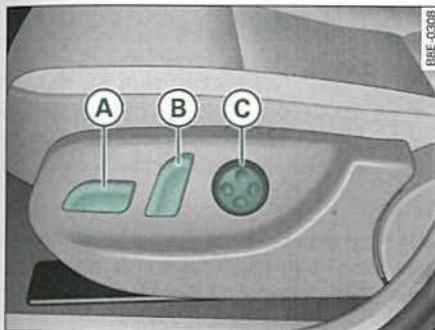
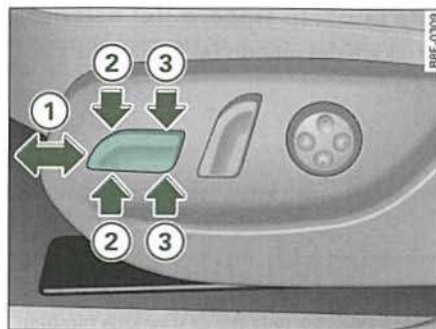

Fig. 89 Asiento delantero: Mandos para el ajuste
Fig. 90 Asiento delantero: Mandos para el ajuste de los asientos
- Desplace el mando ① ⇒ fig. 89 hacia adelante o hacia atrás ① ⇒ fig. 90 ⇒ ⚠.
- Pulse el conmutador (B) en la correspondiente dirección de la flecha ⇒ *página 95*, fig. 89 para modificar la posición del respaldo ⇒ .
- Pulse la parte delantera o bien trasera de la placa reguladora (C) ⇒ *página 95*, fig. 89 para modificar el arqueamiento.